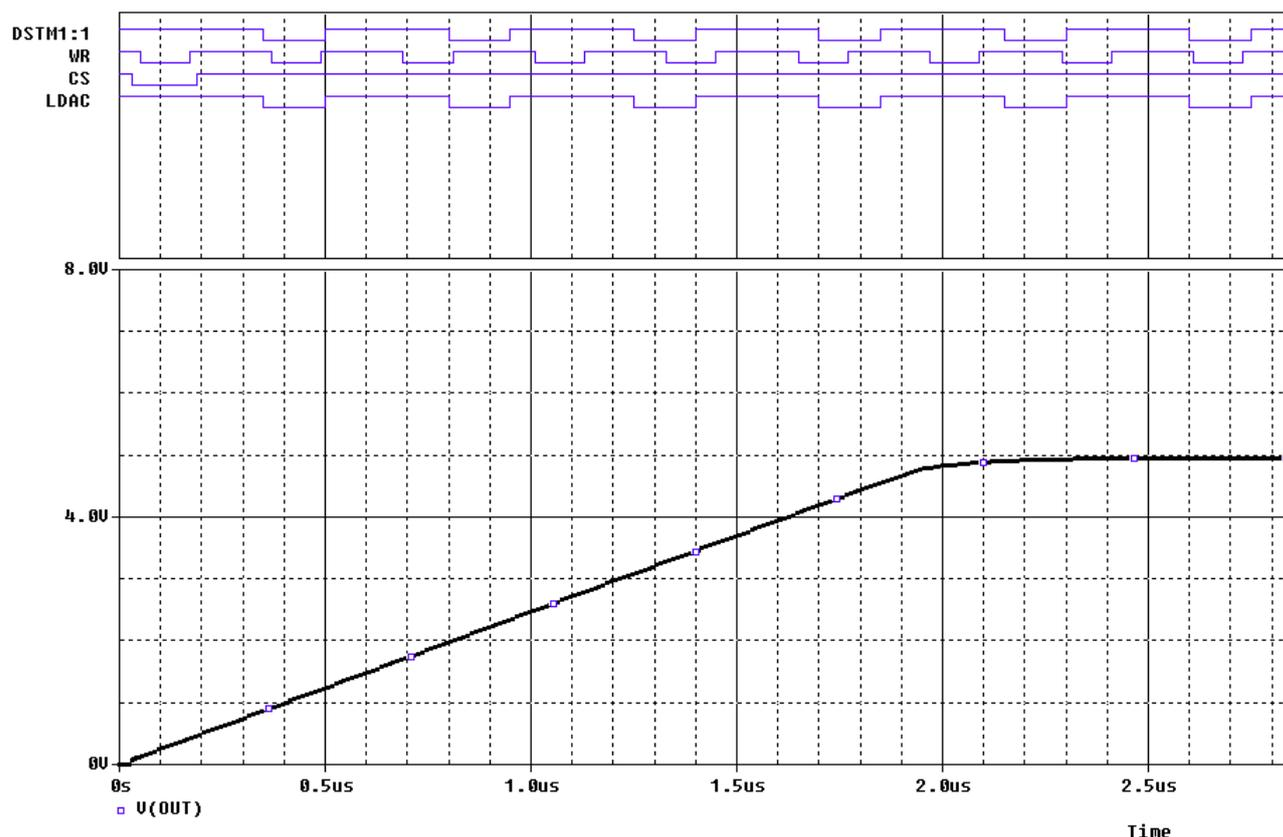

Рис. 7.7. Результаты моделирования ЦАП
- Результаты показаны на рис. 7.7.